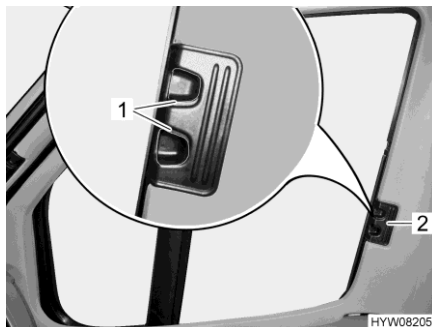

Bild 102 Plisségardin (förar-/passagerarfönster)
- Tryck in låshandtagen (Bild 102,1) och håll dem intryckta.
- Ta tag i handtaget (Bild 102,2) och dra plisségardinerna för förar-/och passagerarfönstret till den andra fönstersidan och fäst med magnetrem-sorna.
- Ta tag i handtaget (Bild 102,2) till plisségardinerna för förarfönstret och passagerarfönstret och skjut in dem så långt det går.
- Släpp låshandtagen (Bild 102,1) och låt dem haka fast.